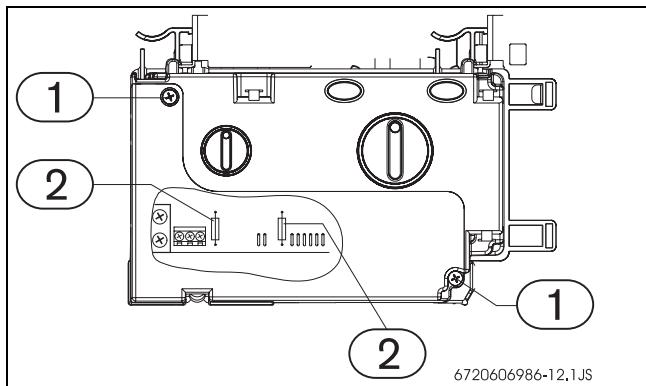

Fig. 20 Quadro comandi
- ▶ Rimuovere le viti dello sportellino, presso il quadro comandi (→Fig. 20, pos. 1).
- ▶ Sostituire il/i fusibile/i (→Fig. 20, pos. 2).